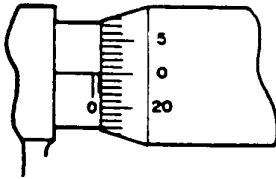
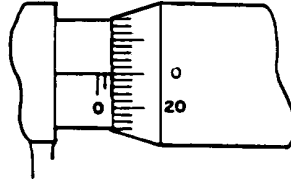

Fig.3
Fig.4
- c. Prenda o padrão entre os dedos indicador e médio da mão esquerda (fig.4).
Estando o micrômetro fechado, se dermos uma volta completa no tambor rotativo, teremos um deslocamento do parafuso micrométrico igual ao seu passo (0,025"), aparecendo o primeiro traço na escala da luva (fig.3). A leitura da medida será 0,025". Dando-se duas voltas completas, aparecerá o segundo traço: a leitura da medida será 0,050" (fig.4). E assim sucessivamente.